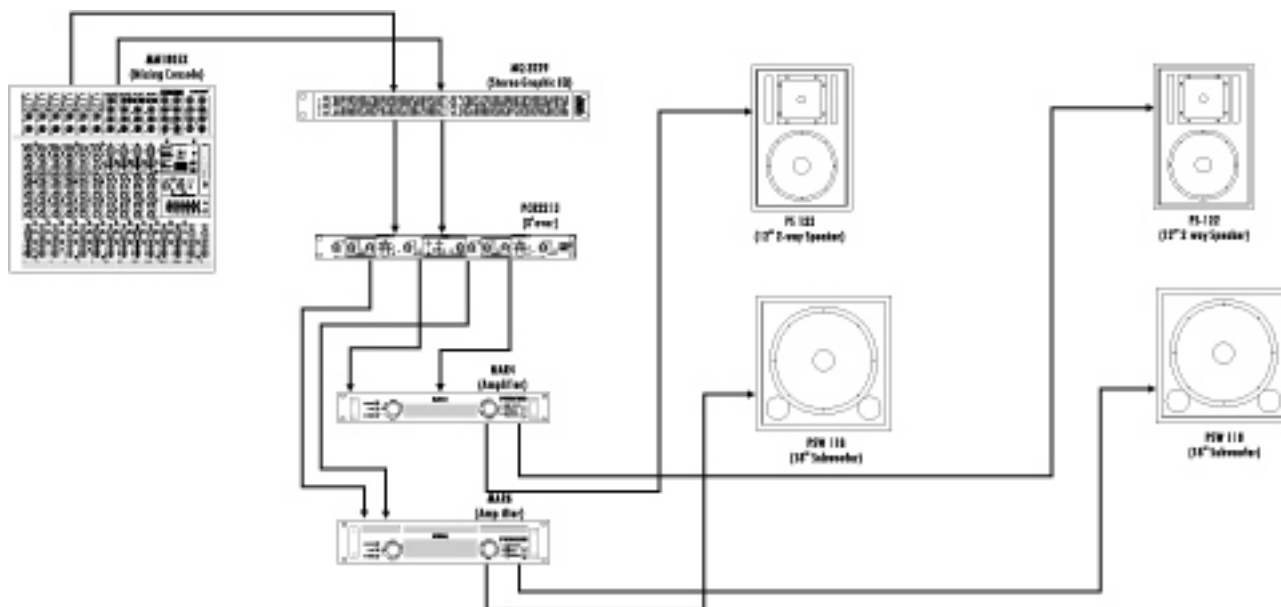

Рисунок 3: ТИПОВАЯ ПАССИВНАЯ ДВУХПОЛОСНАЯ СИСТЕМА + САБВУФЕР.
2.3 ПАССИВНАЯ ПОЛНОДИАПАЗОННАЯ С АКТИВНЫМ КРОССОВЕРОМ САБВУФЕРА (см. рисунок 3).